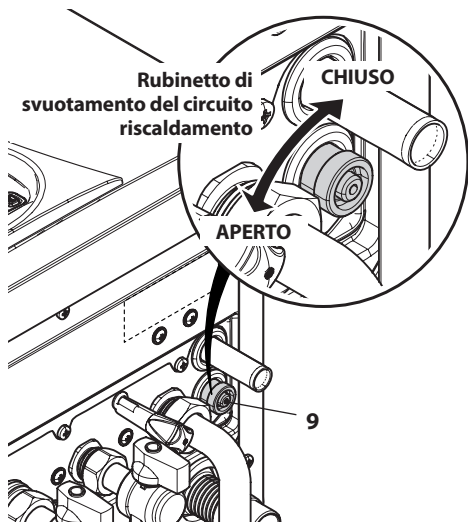

Figura 9.10
- Allentare il rubinetto di svuotamento del circuito riscaldamento 9 indicato in Figura 9.10.